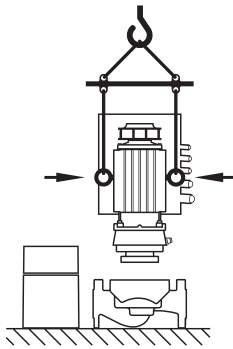

Fig.9: Moottorin kuljetus
- Tarpeen vaatiessa, esim. korjaustapauksessa, voidaan kuljetussilmukat siirtää moottorilaipasta moottorikoteloon (katso esim. Fig. 9). Ennen kuljetussilmukoiden asentamista moottorikoteloon täytyy välitkkeet kiertää ulos kuljetussilmukoiden aukoista (Fig. 7, kohta 20b) (katso luku 10.2.1 "Liukurengastivisteiden vaihto" sivulla 107).
- Jos kuljetussilmukat on siirretty tai ne siirretään moottorilaipasta moottorikoteloon, niitä saa käyttää vain moottori-juoksupyöräyksikön (Fig. 9) kannattamiseen tai kuljettamiseen, mutta ei kokonaisen pumpun kuljettamiseen eikä moottori-juoksupyöräyksikön irrottamiseen pumpun pesästä.